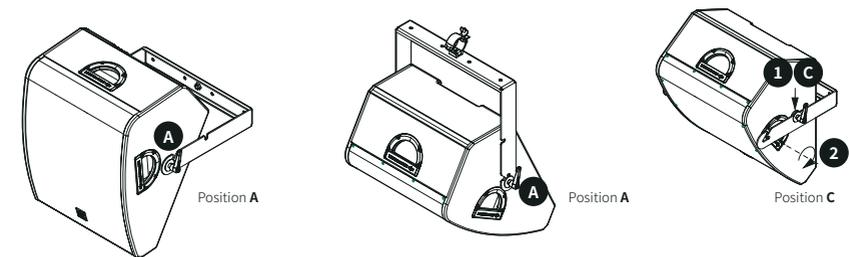

Abbildung 7. Unterschiedliche Ausrichtungswinkel für Wand- und Traversen-Montage.
10. Sofern Sie den SMX 12 sehr nah an der Wand und nach unten ausgerichtet montieren möchten, wählen Sie den Schlitz an Position **C** der U-Halterung. Siehe Abbildung 7.